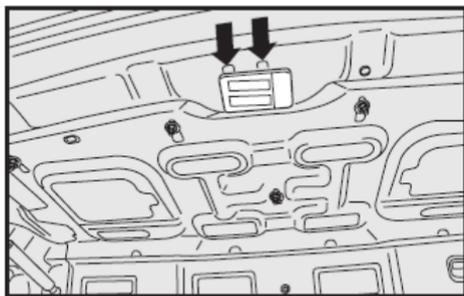

fig. 27
- Saque el transparente, haciendo palanca con un destornillador (no suministrado) en los puntos indicados por las flechas -fig. 27;